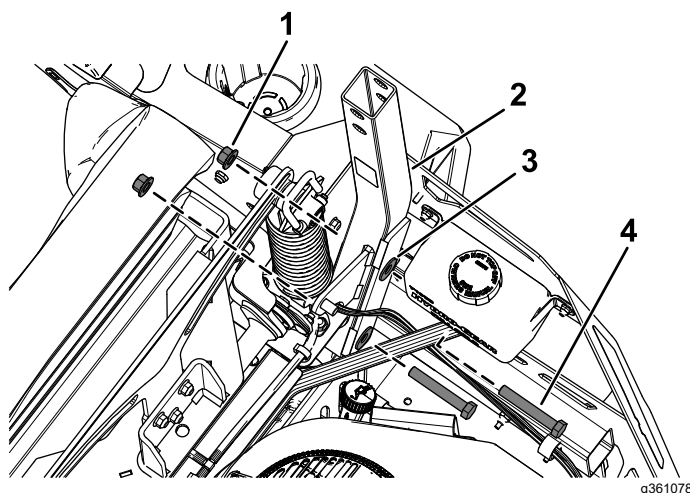

Figura 3
1. Fissate senza serrare i gruppi roll bar inferiori al tosaerba utilizzando 2 bulloni a testa esagonale ($\frac{1}{2}$ " x $3\frac{1}{4}$ "), 2 rondelle elastiche e 2 dadi di bloccaggio ($\frac{1}{2}$ ") su ogni lato (Figura 3).